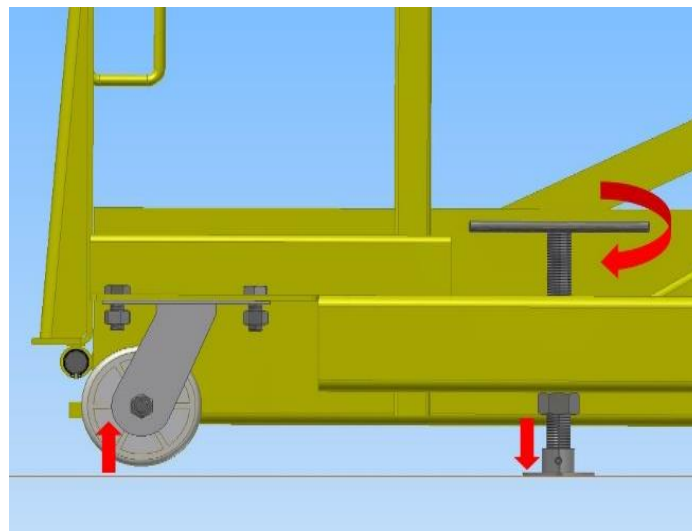

Figura 7 – Sapata de apoio calçando a Doca Móvel.
3. A Doca Móvel deve ser travada, certifique-se que as duas sapatas (fusos) de apoio laterais estão calçadas, mantendo os rodízios giratórios sem contato com o chão, conforme mostra a Figura 7;